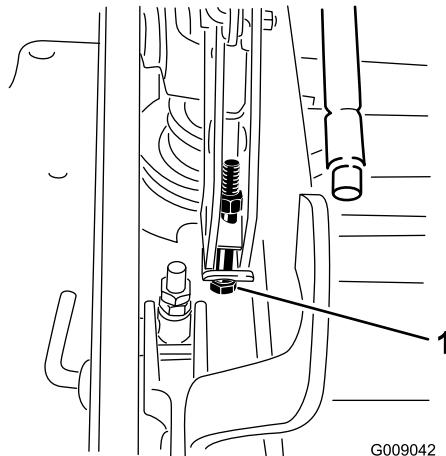

Figura 91
13. Si la plataforma está demasiado baja, apriete el perno del ajuste de un solo punto girándolo en el sentido de las agujas del reloj. Si la plataforma está demasiado alta, afloje el perno del ajuste de un solo punto girándolo en el sentido contrario a las agujas del reloj (Figura 91).